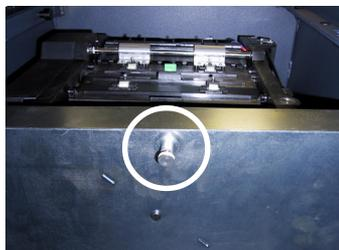

Figura 4-3. Jale el pasador de seguridad de la plataforma giratoria.
4. Para acceder a los cartuchos, rote la plataforma de montaje del mecanismo hasta la posición de servicio. Para hacer esto, ubique el pasador de cierre accionado por resortes en la parte inferior de la bandeja deslizante. Este pasador le permite sujetar la plataforma de montaje giratoria del dispensador en posiciones de acceso con giros de media vuelta. (Figura 4-3)